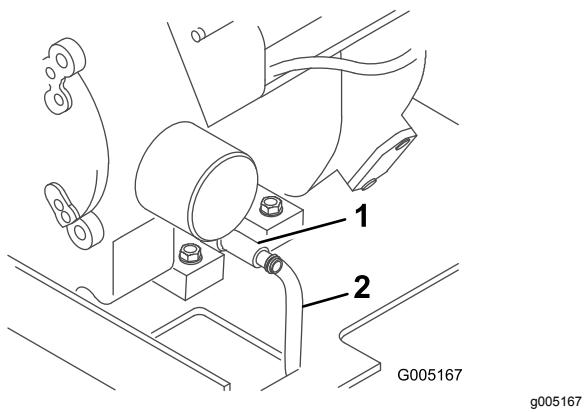

Рисунок 24
- Наденьте один конец шланга на сливной клапан, а другой на поддон (Рисунок 24).
- Откройте сливной клапан, поворачивая его против часовой стрелки и одновременно вытаскивая (Рисунок 24).